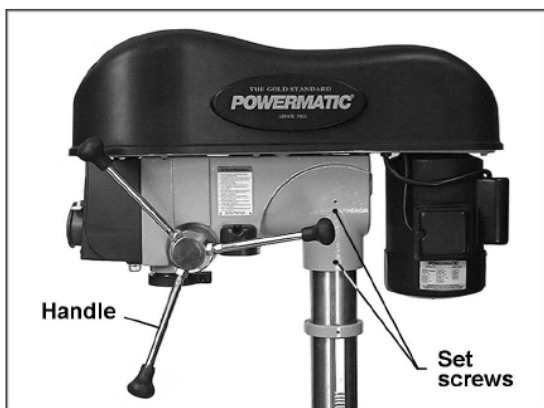

Рис. 6
1. Аккуратно установите на колонну сверлильную голову станка и затяните двумя крепёжными винтами, используя 5-мм шестигранный ключ. См. Рис. 6.
2. Вкрутите три рукоятки (Рис. 6) в резьбовые отверстия втулки. Рукоятки можно установить с любой стороны для удобства пользователя. Затяните шестигранные гайки около втулки.